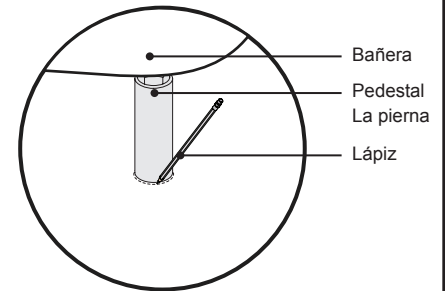

Figura 28. Pedestal Adjunto pierna
- 1 Retire la base del pedestal. Coloque la bañera de nuevo en el lugar determinado. Asegúrese de que la apertura de desbordamiento en la tina de baño se centra en el drenaje (Figura 28).
- 2 Con un lápiz, ligeramente contorno de la pierna del pedestal. Repita este paso para las otras tres (3) patas del pedestal.